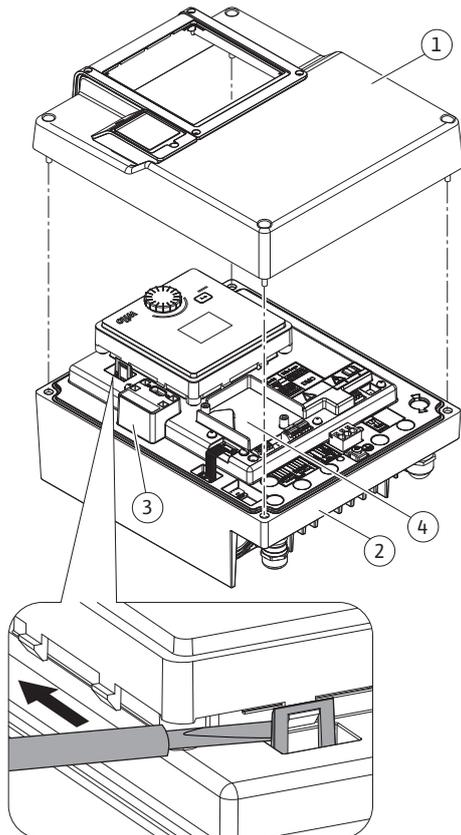

Fig. 26: Módulo eletrónico
Os módulos CIF (acessórios) são utilizados para a comunicação entre as bombas e o BMS. Os módulos CIF estão ligados ao módulo eletrónico (Fig. 26, pos. 4).